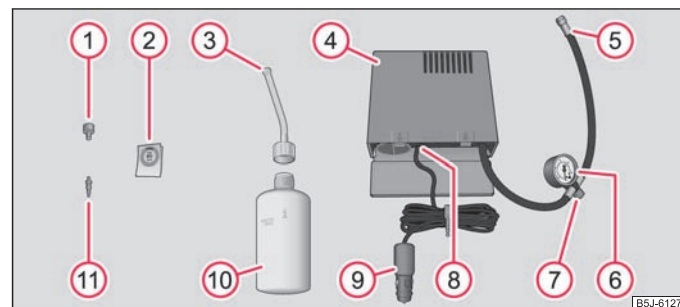

Abb. 153 Bestandteile des Reifenreparatursets
- Den Aufkleber **(2)** ⇒ Seite 183, Abb. 153 kleben Sie auf die Schalttafel im Sichtfeld des Fahrers.
- Reifenfüllflasche **(10)** ⇒ Seite 183, Abb. 153 einige Male kräftig schütteln.
- Reifenfüllschlauch **(5)** ⇒ Seite 183, Abb. 153 des Luftkompressors fest auf das Reifenventil schrauben.